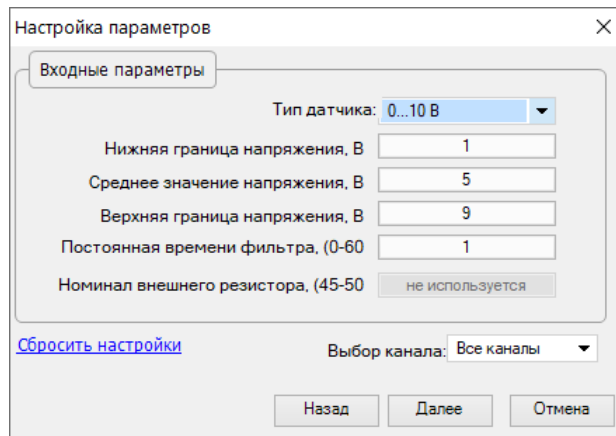

Рисунок 8.9 – Меню налаштування параметрів
- Далі у вікні «Настройка параметров» вибрати значення параметра «Тип датчика» рівним «0...10 В» (див. рисунок 8.9).